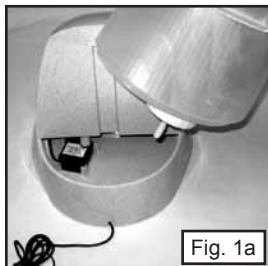

Fig. 1a
- 4) Løft vandbeholderen op og tjek for at sikre, at slangen til vandindtag er sluttet til motoren. (Fig. 1a &1b)